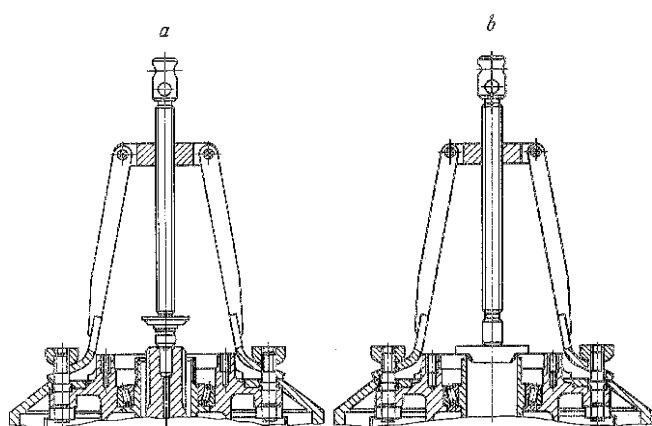

Рис. 235. Съемник ступиц колес: а — переднего; б — заднего
- съемником (рис. 235) снять с цапфы ступицы с тормозным барабаном, подшипниками и манжетой в сборе;